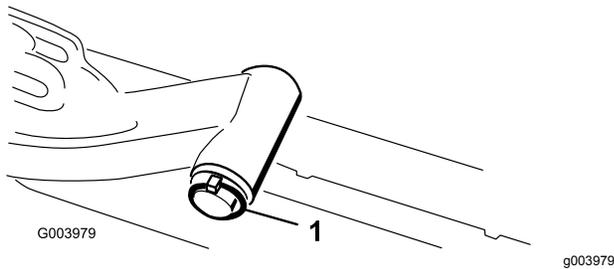

Bild 12
- Nehmen Sie den Klappstecker und die Scheibe ab, mit denen die Gelenkwelle des Hubarms am Hubarm befestigt ist. Schieben Sie die Gelenkwelle des Hubarms aus dem Hubarm (Bild 12).
C. Setzen Sie die Hubarmwelle in den Hubarm ein und befestigen Sie sie mit der Scheibe und dem Klapstecker (Bild 12).